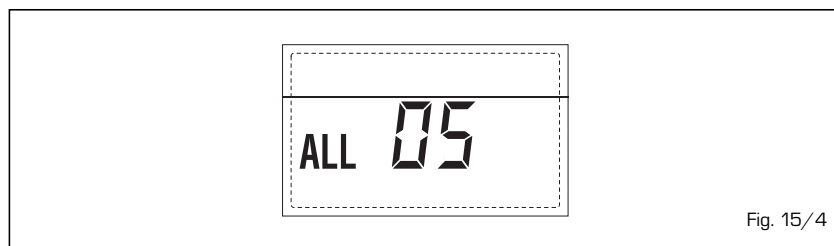

Fig. 15/4
– **FLAME BLOCK ALARM 06 (fig. 15/5)**